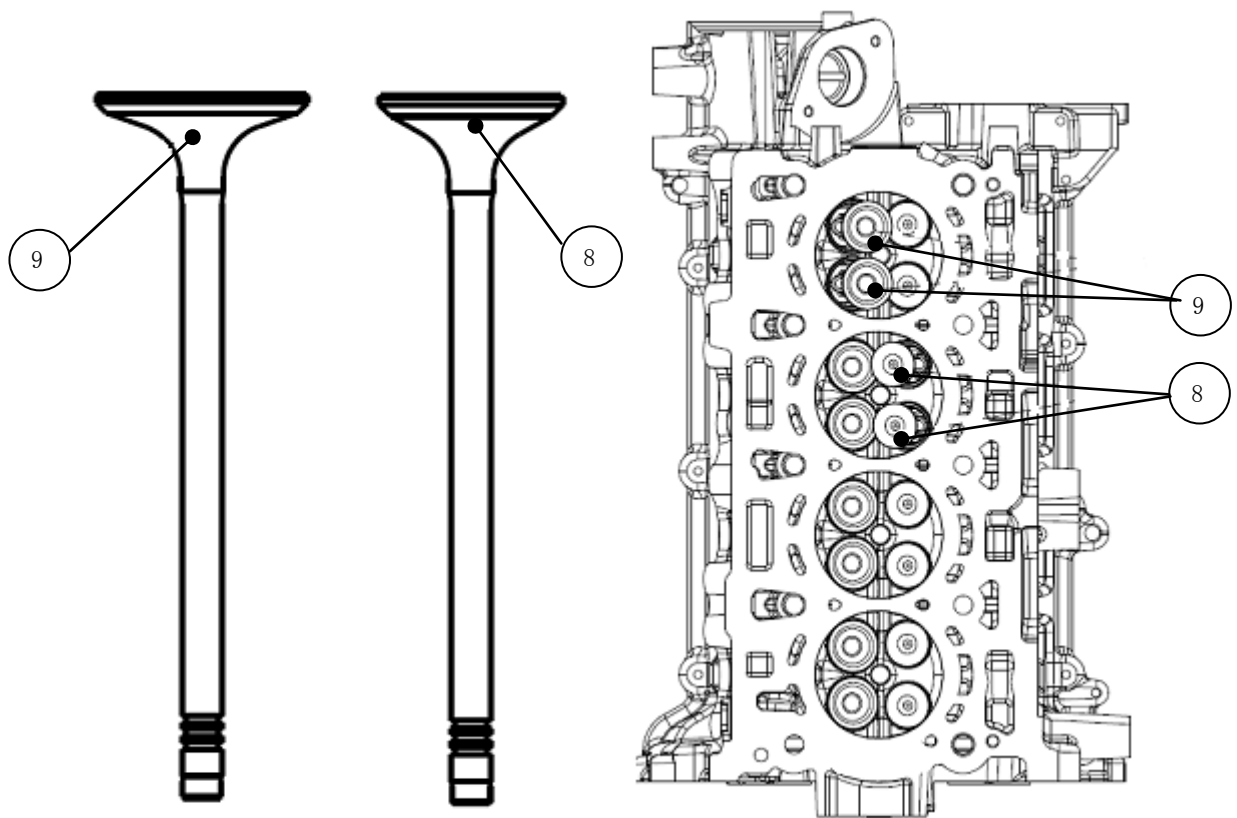

图 D-5 进气门和排气门的装配
1)、清洁气门表面，将进气门⑨和排气门⑧按图 D-5 所示的位置装入缸盖导管孔内，轻轻旋转气门盘部直至气门锥面和座圈锥面完全贴合。